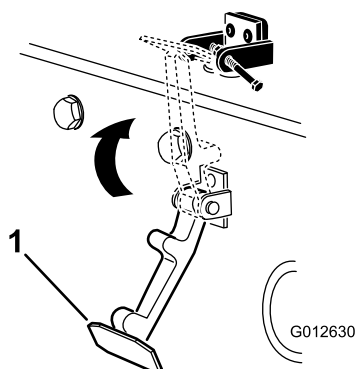

Figura 8
- Enganche el cierre en el cerradero del capó (Figura 8).